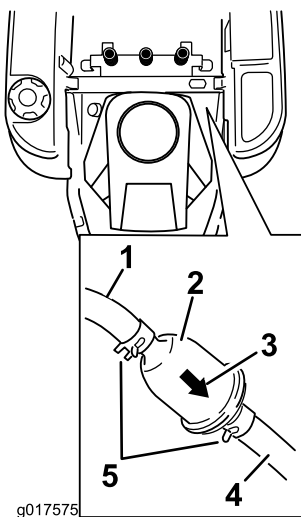

Figura 33
3. Localice el filtro de combustible en el lado izquierdo del motor, según se muestra en Figura 33.
4. Apriete los extremos de las abrazaderas y deslícelas por el tubo alejándolas del filtro (Figura 33).
6. Instale un filtro nuevo – la flecha que indica el sentido de flujo debe apuntar hacia el motor. Acerque las abrazaderas al filtro (Figura 33) para sujetar éste.